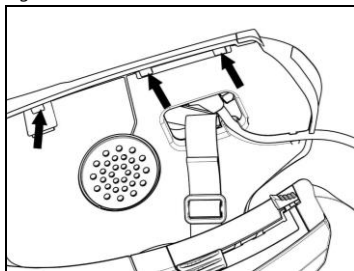

Fig. 14
- Volver a poner la protección plástica de la almohadilla, colocándola detrás de los dos ganchos de cierre (Fig. 14).